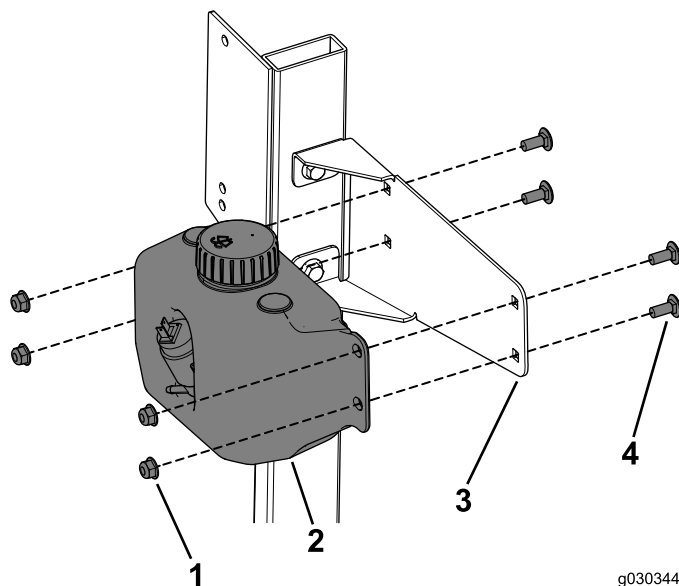

Figura 31
3. Fixe o depósito de lavagem à montagem do depósito utilizando os 4 parafusos de carroçaria (5/16 x 3/4 pol.) e as 4 porcas flangeadas (Figura 31).